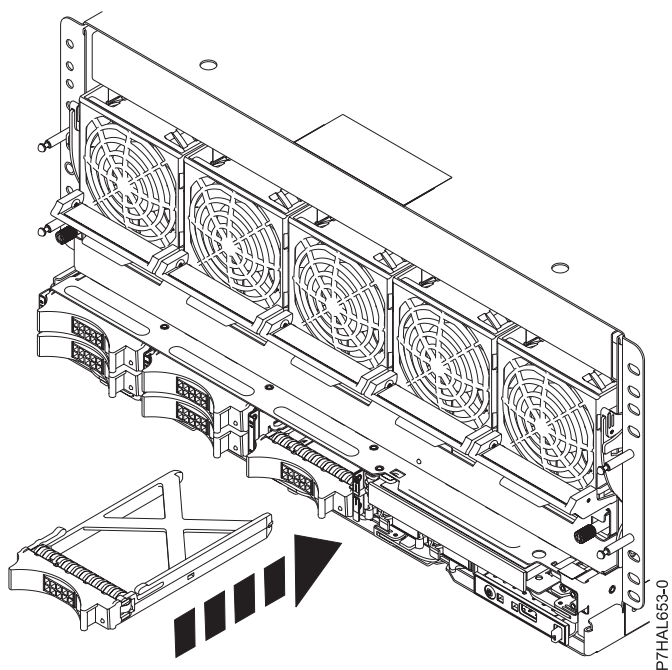

Figura 47. Instalación de un panel de relleno de unidad de disco
2. Instale el panel de relleno de la unidad de disco en el sistema o unidad de expansión, como se muestra en la Figura 47 en la página 82.